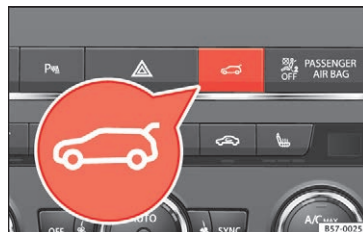

Fig. 130 Midterkonsol: knap til åbning og lukning af bagklap
- **ELLER:** Tryk mindst 1 sek. på knappen i midterkonsollen » **Fig. 130**. Knappen fungerer også, når tændingen er afbrudt.
- **ELLER:** Tryk på knappen  i midterkonsollen, indtil bagklappen er lukket  **Fig. 130.**